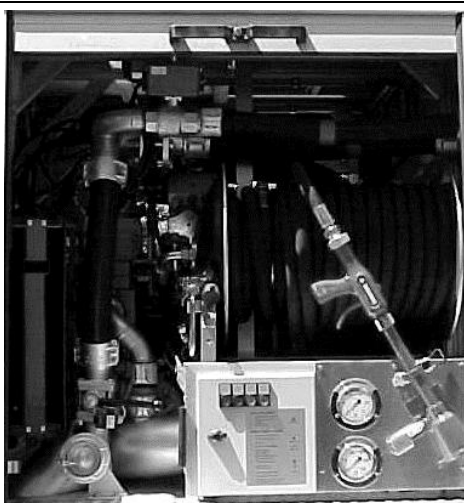
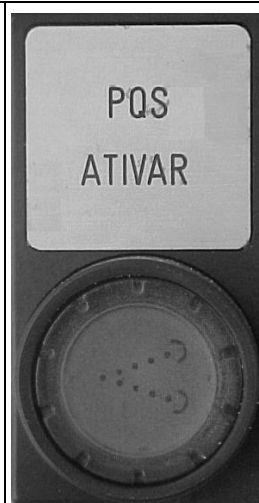

Fig 12.0-1
Fig 12.0-2
O sistema de PQS pode ser ativado tanto da cabine do operador, como do painel lateral (lado direito do veículo) de comando do sistema de PQS (Fig 12.0-1). Ao pressionar o botão “PQS ATIVAR” de PQS (Fig 12.0-2) os elementos de ambos os painéis de comando ficam ativados. E o tanque de PQS irá ficar pressurizado.
- Pressione o botão “PQS ATIVAR” do sistema de PQS (Fig 12.0-2).